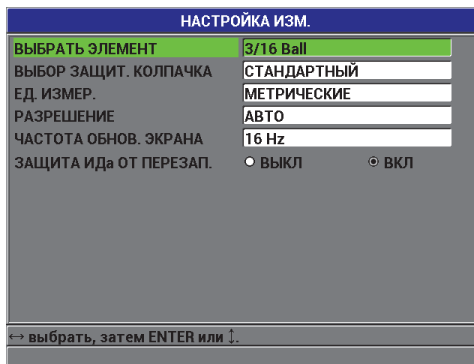

Рис. 6-1 Экран НАСТРОЙКА ИЗМЕРЕНИЯ
1. На экране измерений нажмите [SET UP], затем выберите **ИЗМЕРЕНИЕ**, чтобы открыть окно **НАСТРОЙКА ИЗМ.** (см. Рис. 6-1 на стр. 107).